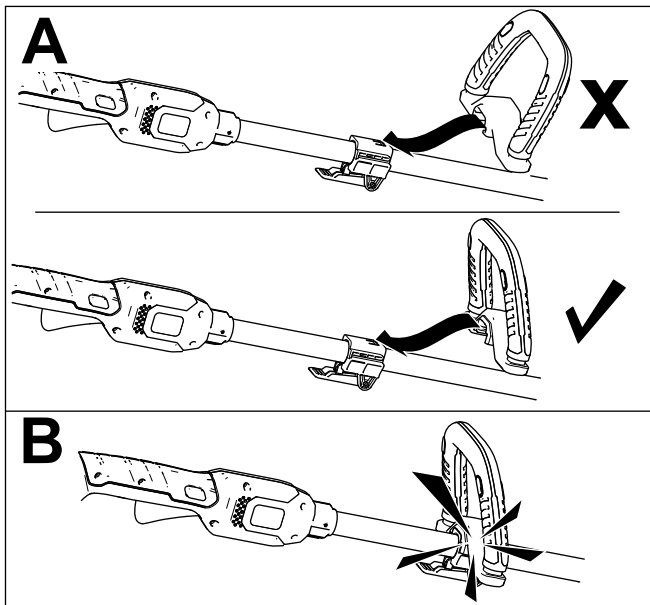

Bild 3
1. Fluchten Sie die Rille entlang des Holms mit der Rille im Hilfsholm aus und schieben Sie den Hilfsholm zum Freischneiderholm (A in Bild 3).
2. Lassen Sie den Holm einrasten (B in Bild 3).